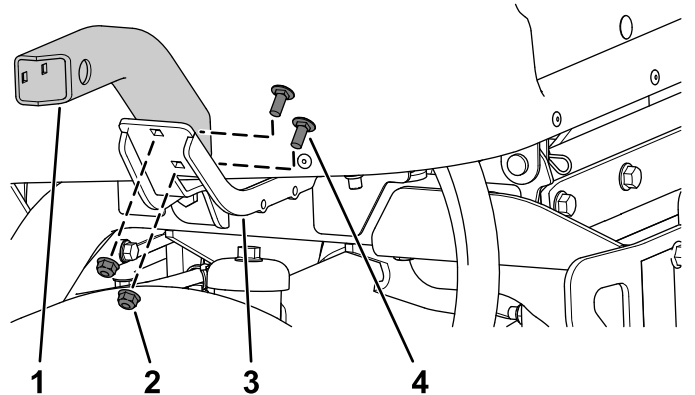

Figura 23
3. Fissate il supporto corto sinistro e il supporto destro corto o lungo sul supporto sinistro e su quello destro utilizzando 4 bulloni a testa tonda (5/16" x 3/4") e 4 dadi flangiati (5/16"), come mostrato nella **Figura 23**.